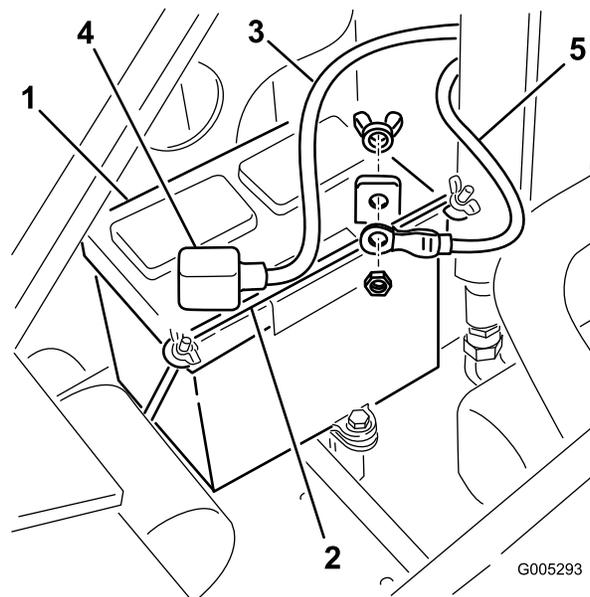

Рисунок 28
4. Снимите барашковые гайки и планку крепления батареи (Рисунок 28).
9. Установите батарею в шасси (Рисунок 28).
10. Закрепите батарею в шасси (Рисунок 28).
кабель к положительному (+) штырю батареи (Рисунок 28). Наденьте на штырь батареи резиновую крышку.
12. Используя болт и барашковую гайку, входящие в комплект аккумуляторной батареи, подсоедините отрицательный (черный) кабель к отрицательному (-) штырю батареи (Рисунок 28).